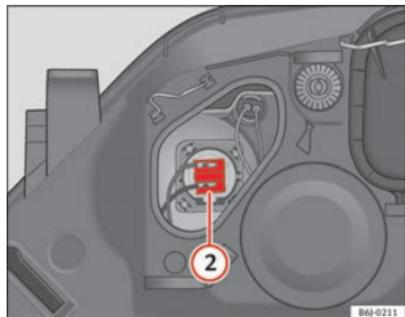

Abb. 135 Fernlicht
- Ziehen Sie den Stecker ⇒ Abb. 135 (2) nach außen ab.